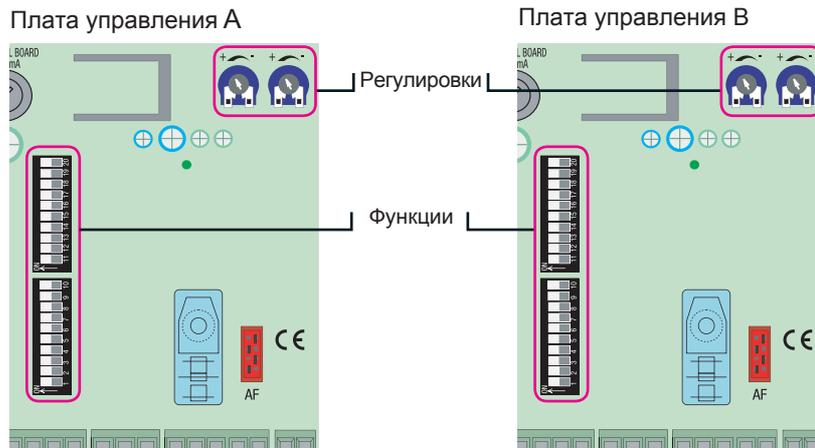

Рис.1
- Установите одинаковые регулировки и функции на обоих блоках управления (А и В) (Рис.1).
- Нажмите и удерживайте кнопку “СН1” на плате управления (светодиод будет моргать). Нажмите кнопку брелка, которую вы хотите запрограммировать. Светодиод на плате загорится ровным светом, показывая, что код брелка сохранён в памяти платы управления (см.рис.1).